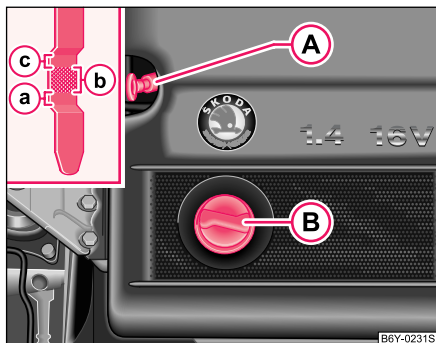
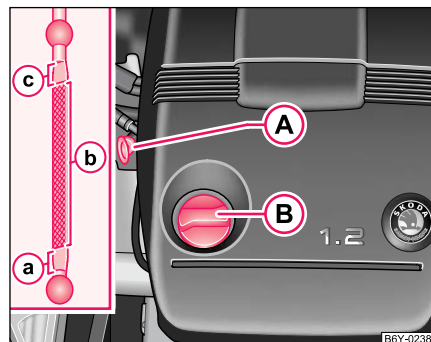

Fig. 127 Jauge d'huile sur moteur 1,4 l/74 kW
Fig. 128 Jauge d'huile sur moteur 1,2 l/40 kW
Pour plus de clarté, la figure ne représente qu'une partie du compartiment pour le moteur 1,4 l/74 kW ⇒ page 180, fig. 127 et le moteur 1,2 l/40 kW ⇒ page 180, fig. 128.
- Dévissez le bouchon de l'orifice de versement d'huile moteur **(B)** ⇒ page 180, fig. 128.